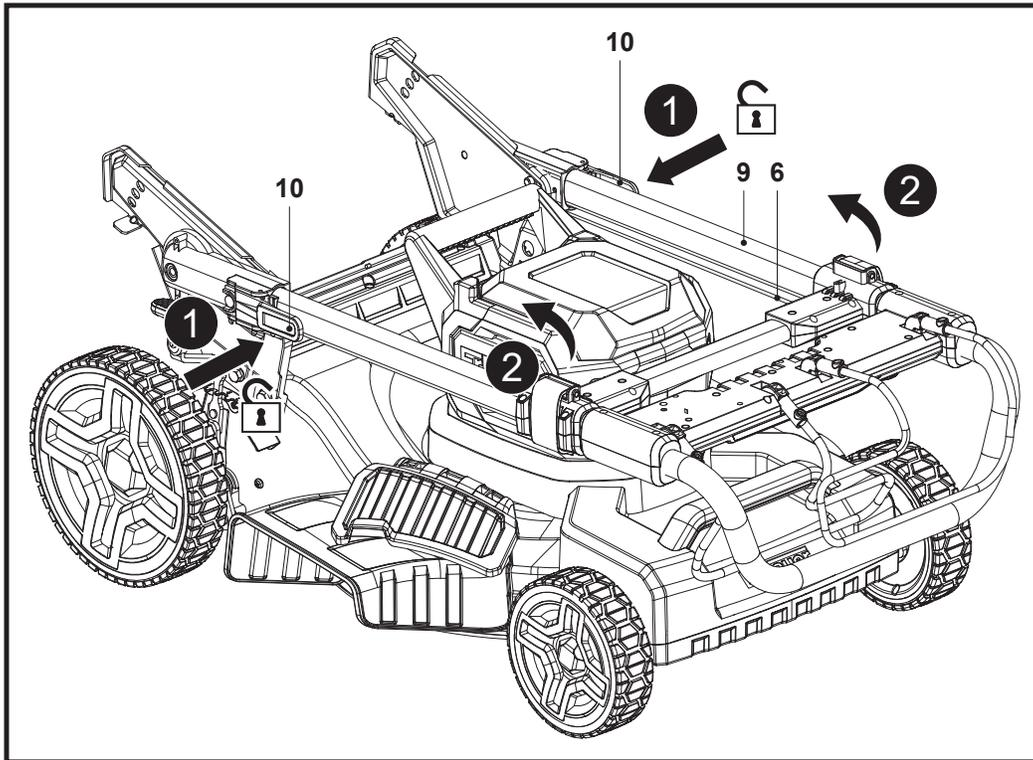

Fig. 1
1. Appuyer sur les deux leviers de verrouillage (10) et les désengager des deux côtés du guidon inférieur (9) (Fig. 1, étape 1).
2. Maintenir les deux leviers de verrouillage (10) et relever le guidon dans le sens inverse des aiguilles d'une montre pour qu'il quitte sa position de verrouillage (Fig. 1, étape 2). S'assurer que le cordon de commande (6) passe sur le guidon inférieur (9).